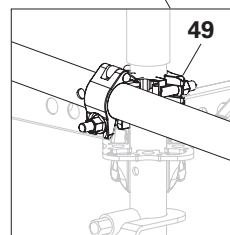

Fig. A15.06a
2. Montare il tubo interno o il tubo sul montante verticale (**12**) utilizzando un giunto orientabile (**49**). Serrare il giunto orientabile. (Fig. A15.06a)